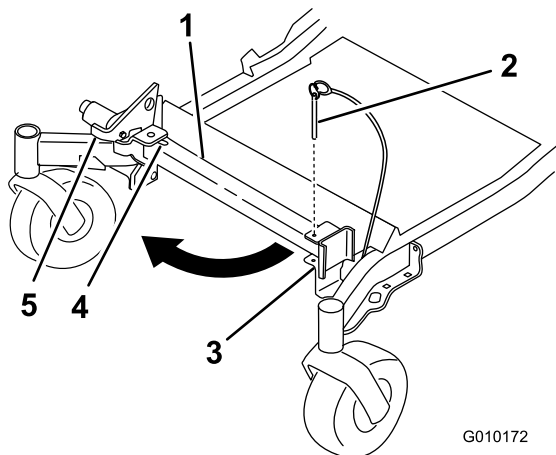
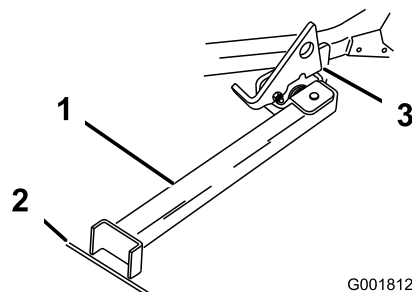

Figura 32
Figura 33
2. Togliete il perno dalla staffa (Figura 32).
3. Alzate il dispositivo di chiusura. Portate il piede del supporto sul davanti e spostate il supporto verso la macchina, nell'intaglio inferiore (Figura 32 e Figura 33).
4. Mettete a terra il piede del supporto ed appoggiate il dispositivo di chiusura sull'aletta orientabile (Figura 33).
- Nota:** Per ottenere risultati ottimali, appoggiate il piede del supporto nelle fessure del marciapiede o nel tappeto erboso (Figura 33).
6. Guidate sul supporto. Fermatevi quando il dispositivo di chiusura cade sull'aletta e si chiude (Figura 33). Una volta sul supporto, innestate il freno di stazionamento e spegnete il motore.
5. Riportate il supporto in posizione di riposo (Figura 32).